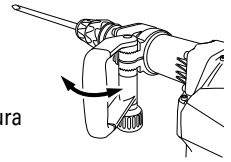
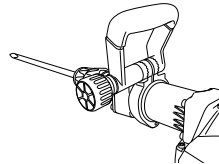
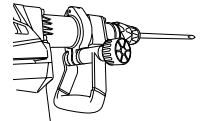

Fig. 7
Fig. 8
Fig. 9
- (2) Ajústela en una posición que facilite la operación vertical (hacia arriba y hacia abajo), como se muestra en la Fig. 7, la Fig. 8 y la Fig. 9.
- (3) Gire la empuñadura en el sentido de **(B)** para fijar el asa.